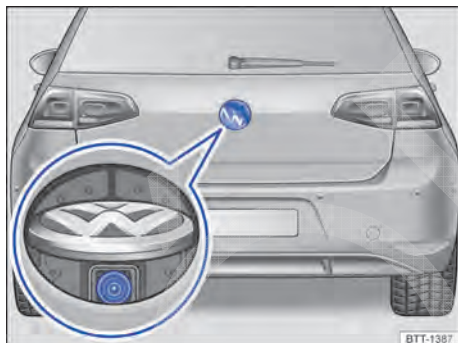
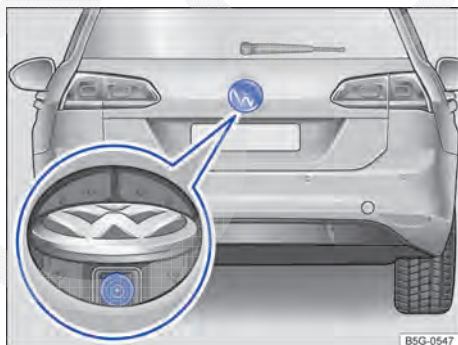

Fig. 151 Na tampa do compartimento de bagagem: local de instalação da câmera de marcha a ré (Golf).
Fig. 152 Na traseira do veículo: local de instalação da câmera de marcha a ré (Golf Variant).
Uma câmera na tampa do compartimento de bagagem → Fig. 151 auxilia o condutor ao entrar na vaga de estacionamento em marcha a ré ou em manobras. A imagem da câmera é exibida junto com as guias de orientação projetadas pelo sistema no display do sistema Infotainment instalado de fábrica.
- ✓ Uma imagem confiável e clara, por exemplo, condições de visibilidade boas e uma lente limpa → Fig. 151.
A câmera de marcha a ré → Fig. 151 ou → Fig. 152 (lupa) somente fornece imagens bidimensionais. As reentrâncias, bem como objetos salientes no solo ou peças salientes de outros veículos, são difíceis de serem reconhecidos ou não podem ser reconhecidos devido à ausência de profundidade no display.
Manter a lente da câmera → Fig. 151 (lupa) limpa, sem neve e sem gelo: